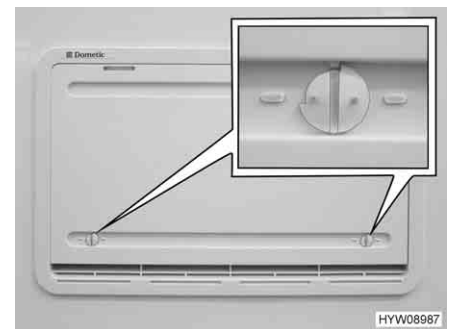

Fig. 63 Copertura invernale
Le coperture invernali (Fig. 63) proteggono il gruppo frigorifero dall'aria fredda. Posizionare le coperture invernali davanti a entrambe le griglie di aerazione quando la temperatura esterna scende al di sotto di +10 °C (sia per funzionamento elettrico che a gas).
- Aprire entrambi i bloccaggi (Fig. 63), la scanalatura risulterà orizzontale.